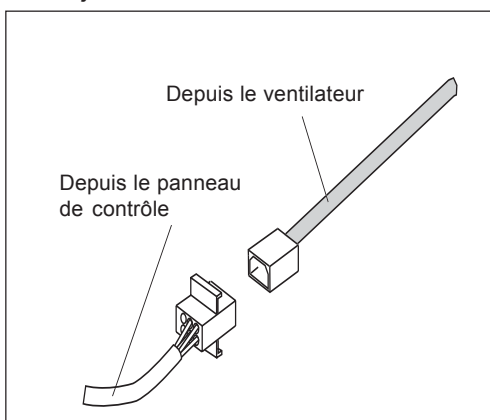

Figure 13
2. Brancher le connecteur à fiche Molex du VTN1000Q sur le connecteur à l'intérieur de la hotte comme à la figure 13.